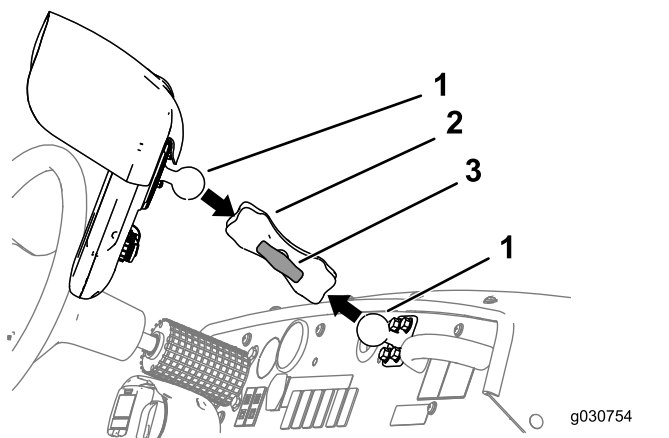

Рисунок 159
3. Ослабьте ручку стойки монитора так, чтобы можно было ввести в гнезда стойки монитора оба шаровых шарнира – для крепления стойки к задней части монитора и к приборной панели (Рисунок 159).
4. Находясь на сиденье водителя (левом сиденье), отрегулируйте положение монитора опрыскивателя так, чтобы было хорошо видно экран дисплея (Рисунок 159).
5. Затяните ручку стойки монитора от руки (Рисунок 159).